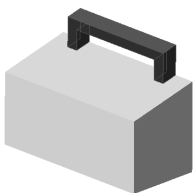

图 5.24.7 扫描 1
Step5. 创建图 5.24.7 所示的零件特征——扫描 1。选择下拉菜单 **插入(I)** → **凸台/基体(B)** → **扫描(S)...** 命令，系统弹出“扫描”对话框；选取草图 2 为扫描特征的轮廓，选取草图 3 为扫描特征的路径；单击该对话框中的 **✓** 按钮，完成扫描 1 的创建。